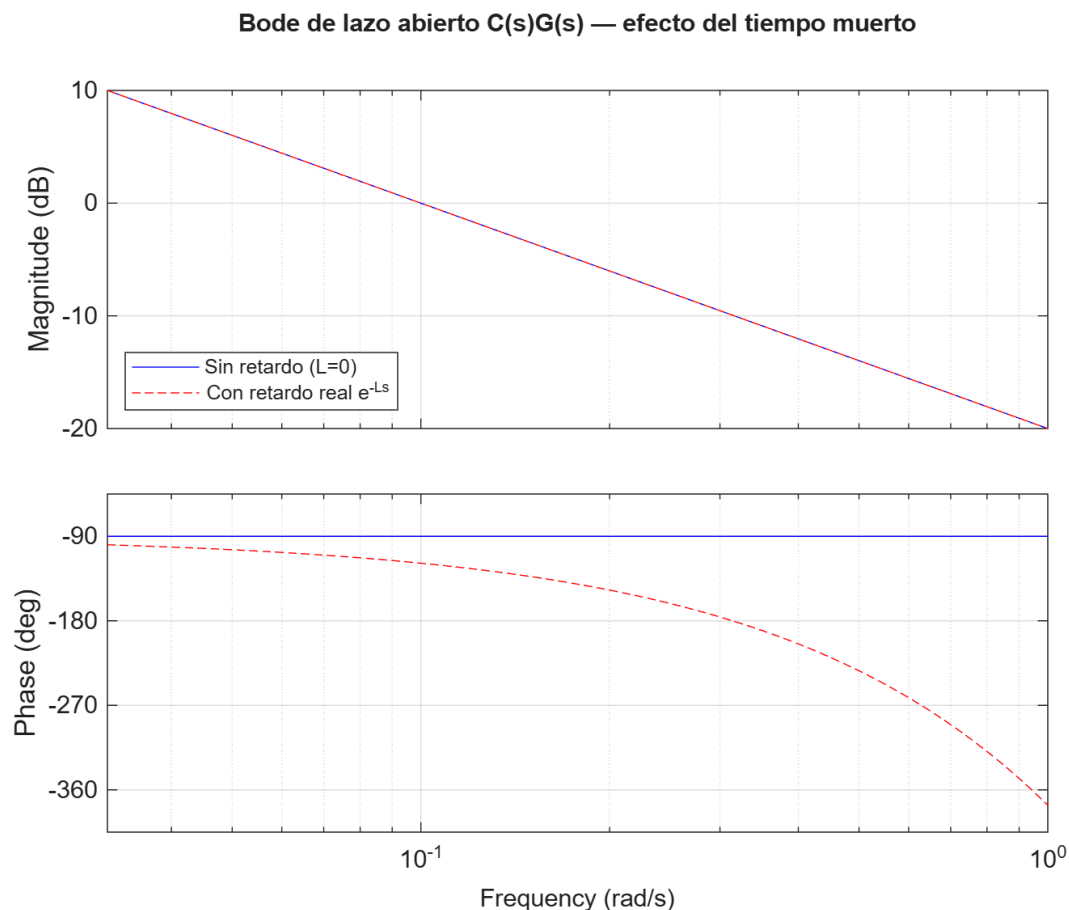

Figura 10: Bode de lazo abierto con PI: efecto del retardo sobre el margen de fase (Problema 3).
- (c) **Margen de fase con un PI clásico (lectura de Bode).** La Figura 10 muestra el Bode de lazo abierto $C(s)G(s)$ con un PI ya sintonizado, *trazado dos veces*: una con el retardo real e^{-Ls} y otra ignorándolo ($L = 0$). Sobre la figura: (i) identifique la frecuencia de cruce de ganancia; (ii) lea el margen de fase en ambos casos; (iii) explique cuál es el “costo” del retardo en grados de margen y qué pasaría si subiéramos la ganancia para acelerar. **(vale 1.0)**